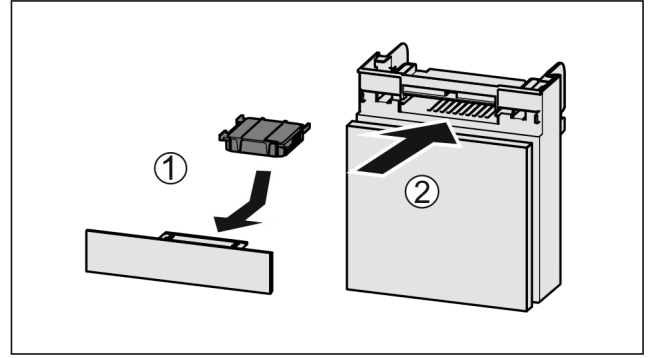

Fig. 161
- Aktif karbon filtresini şekildaki gibi yerleştirin Fig. 161 (1).
- Rafı içeri itin Fig. 161 (2).